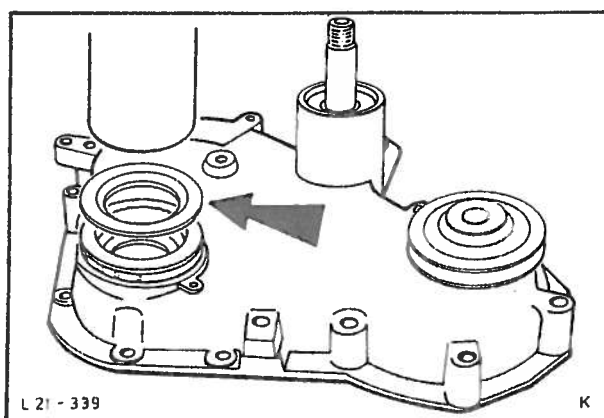

Fig. 73 Montering av oljetetningsring i registerdekslet med spesialverktøy 21-082.
48. Monter ny tetningsring i registerdekslet med spesialverktøy 21-082, fig. 73.